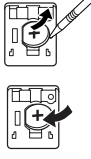

Fig. 2
- Retire la pila agotada e instale una pila de litio nueva. Limpie bien la pila con un paño seco y coloque el lado positivo "+" hacia arriba. (Fig. 2)